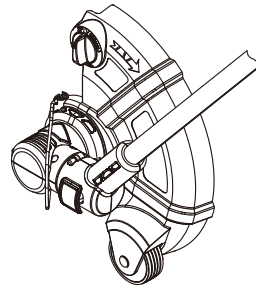
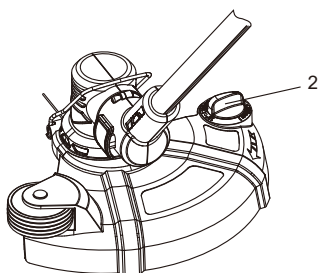
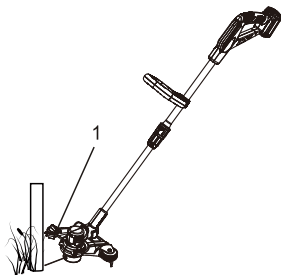

Fig. 10
Fig. 12
Fig. 20
2. Appuyez sur le bouton « Pressed for Edging » (Taille de bordures) (2) pour faire pivoter automatiquement la tête du coupe-herbe en position verticale (Fig. 10).
1. Appuyez sur le bouton (1) pour faire pivoter le couteau coupe-fil de 180° (Fig. 12) et relâchez le bouton.
Pour éviter d'endommager un poteau, une terrasse, etc., abaissez le guide de coupe (1) et configurez le coupe-herbe (Fig. 20) pour protéger le fil du coupe-herbe. Consultez la figure 10 pour des instructions sur le guide de coupe. Si le fil pour coupe-herbe est trop long et entre en contact avec le poteau ou la terrasse, tournez le couteau coupe-fil comme indiqué à la figure 12 pour couper le fil et éviter d'endommager un objet.
2. Appuyez sur le bouton « Press for edging » (Taille de bordures) de manière à ce que le protecteur soit parallèle au tube télescopique (Fig. 10).